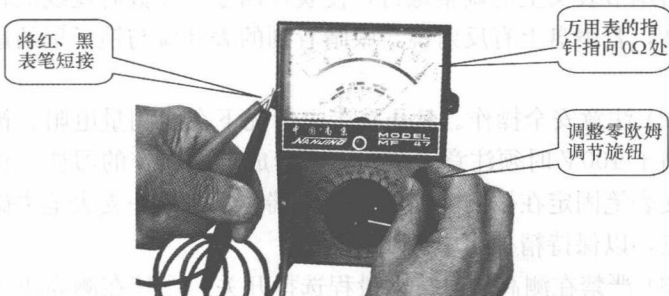

图 1-6 万用表调零
(2) 零欧姆调节旋钮。零欧姆调节旋钮是在使用电阻挡(欧姆挡)各量程时,用来调零用的。调零的方法是将红、黑表笔短接,然后调整零欧姆调节旋钮,使万用表的指针指向 0Ω 处即可,如图 1-6 所示。要说明的是,在进行电阻调零时必须保证表内所装的电池有一定的电量,否则将无法进行。